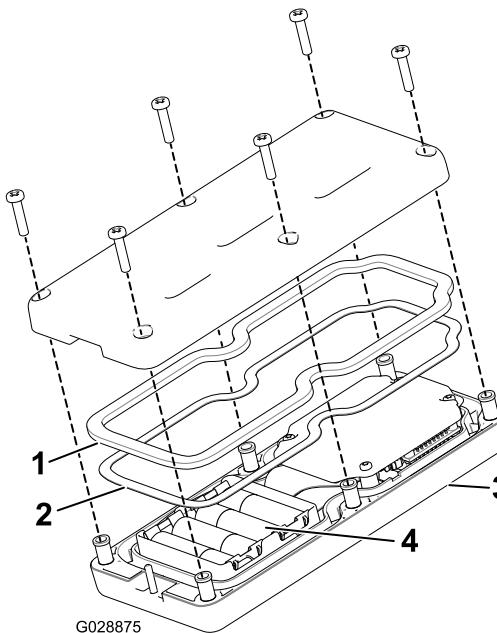

図 18
- 電池を入れる 電池の向きに注意すること。電池を正しく入れないと、機械が損傷することはないが、操作ができない。電池を入れる箇所にはプラス・マイナスの表示がある図 18。
3. スチール製のガスケットとゴム製のシールをリモートの溝にきちんとはめ、バックカバーを取り付ける(図 18)。
4. ねじ6本を使ってカバーを固定し図 18、各ねじを $1.5 - 1.7 \text{N}\cdot\text{m} / 0.15 - 0.17 \text{kg}\cdot\text{m} = 13 - 15 \text{in-lb}$ にトルク締めする。